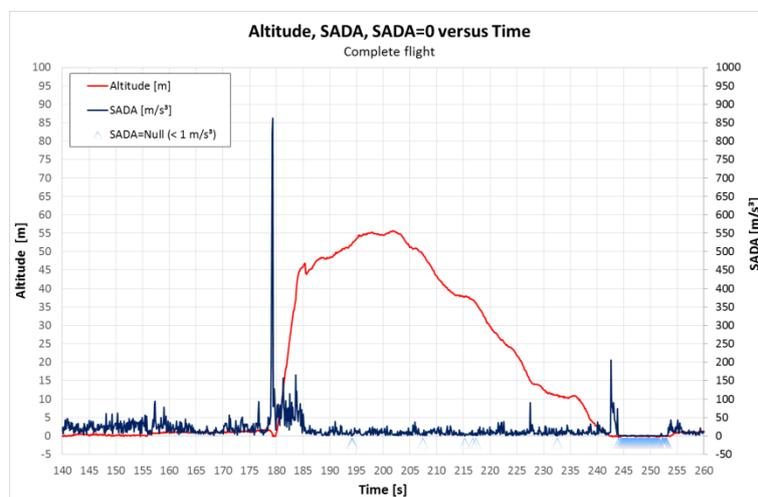
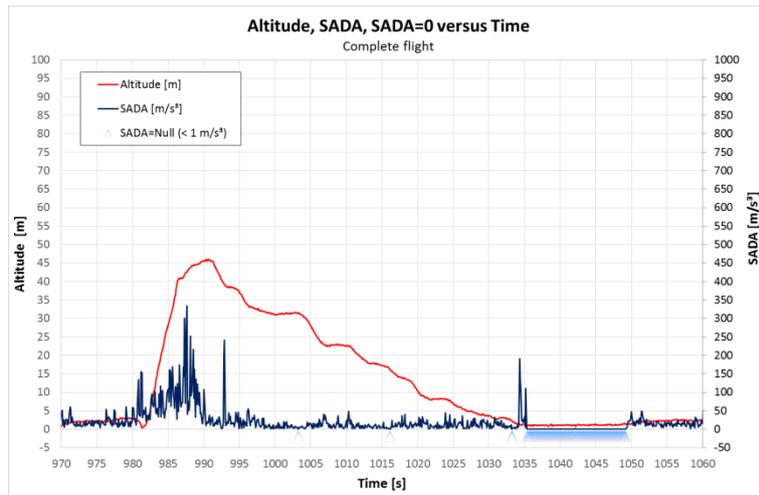
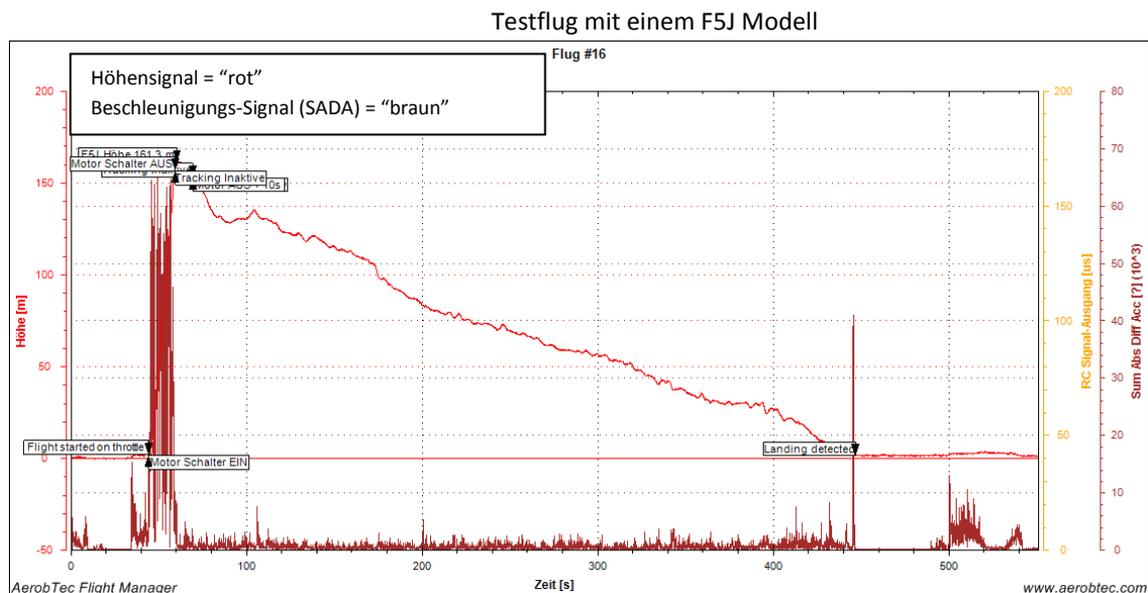

Abb.02
Abb.03
Abb.04
In den **Abb.02** und **Abb.03** sind zwei komplette Flüge dargestellt.
Bei der **Abb.02** ist das SADA-Signal (Summenbeschleunigung aller drei Achsen) beim Starten des Modells sehr stark ausgeprägt; dies ist im Regelfall gegeben, aber es können vereinzelt auch Fälle auftreten, bei denen es keine eindeutige Überhöhung des SADA-Signals gibt (siehe **Abb.03**) aus dem der Start des Modells abgeleitet werden könnte.
**Abb.04** zeigt den gesamten Flug. Die SADA-Signale sind während des Flugs immer ausreichend hoch, sodass hier nur sporadisch Null-Signale auftreten, die mit Sicherheit nicht als Landung interpretiert werden können. (siehe auch **Abb.02** und **Abb.03**)